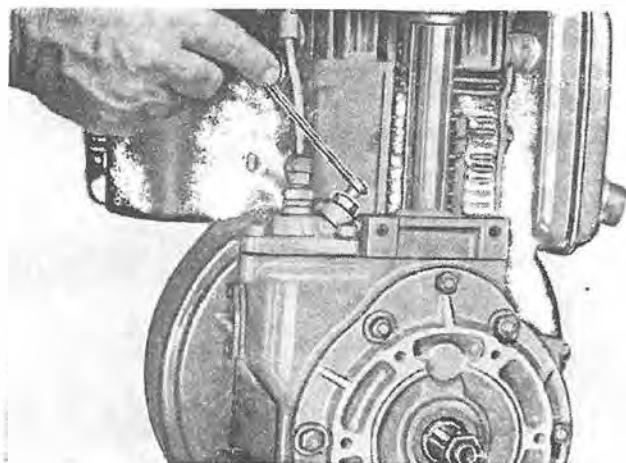

Fig. 84
- Introdurre combustibile nel serbatoio e spurgare l'aria dal circuito allentando il bullone raccordo sulla pompa iniezione sino ad ottenere un flusso continuo (Fig. 84)
- Fill fuel tank and bleed fuel system by loosening bolt of injection pump union till a steady flow is obtained (Fig. 84).
- Remplir le réservoir à combustible et purger l'air du circuit à combustible, en desserant la vis raccord sur pompe d'injection, jusqu'à obtention d'un flux continu (fig. 84).